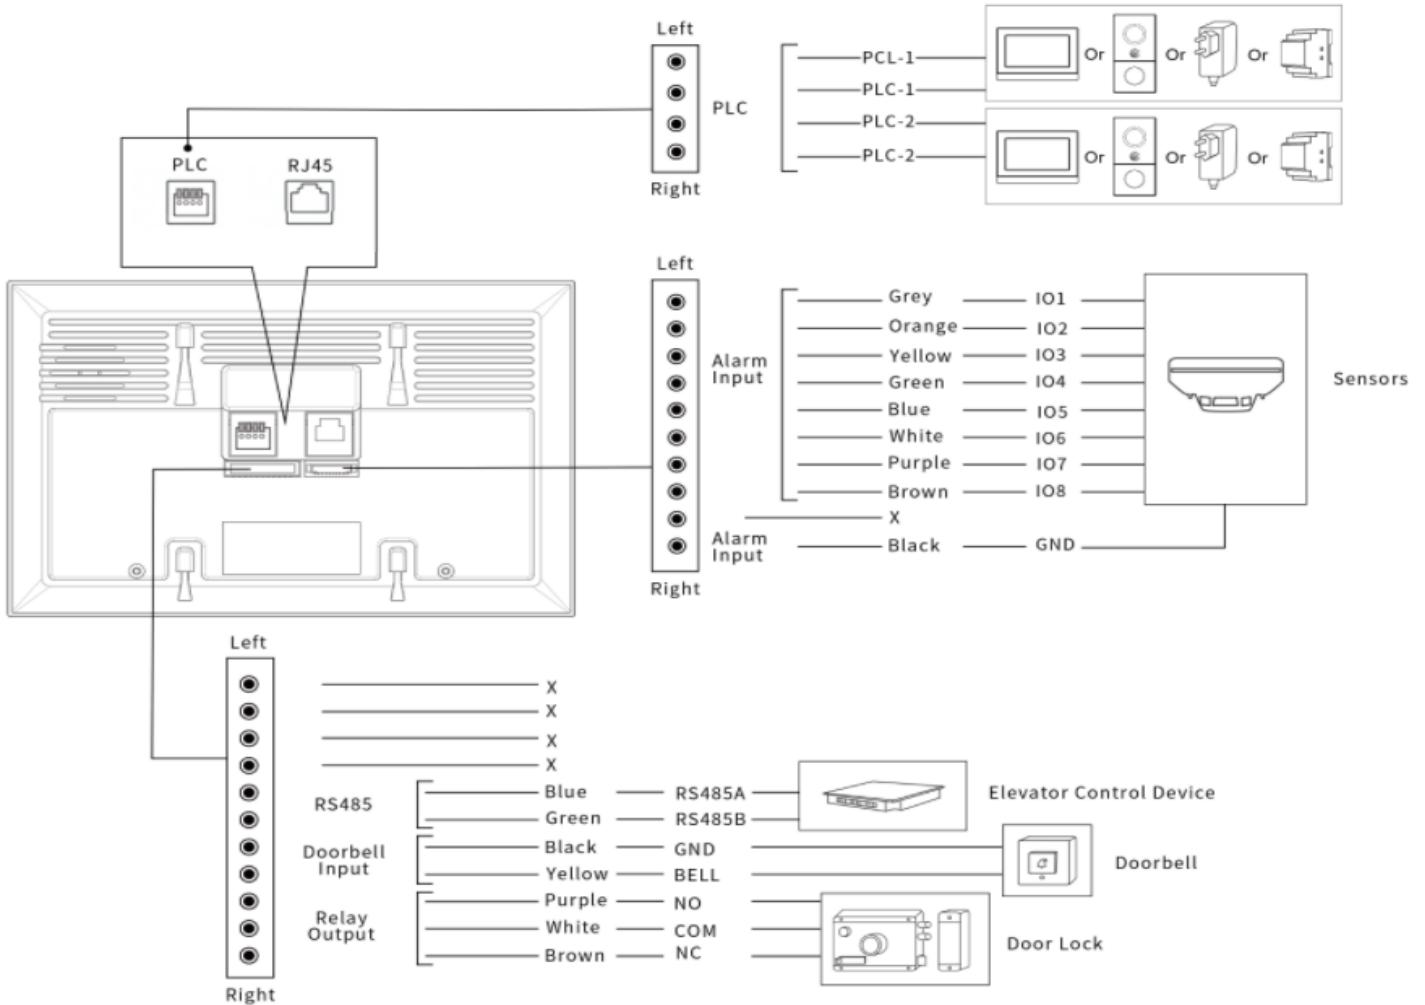

Abbildung 5: MyBell 2-Draht-Innenraum-Überwachungsgerät – Verkabelung
7. Schließen Sie die Drähte gemäß Abbildung 5 an.